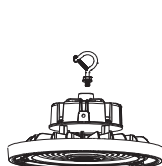

Figure 1
1. Vissez le crochet dans le luminaire, serrez et fixez-le. (Figure 1)